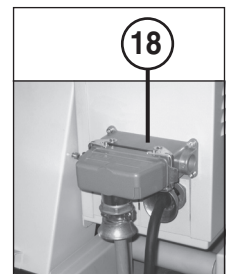

fig. 4
- Compenser les irrégularités du sol à l'aide des vis de compensation (20) (fig. 4).